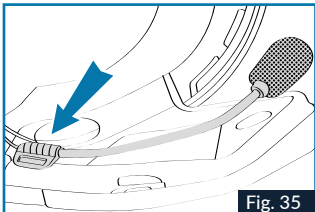

Fig. 35
7. Platzieren Sie das Mikrophon und befestigen Sie es mithilfe des mitgelieferten Klettverschlusses am Styropor des linken Wangenpolsters (Abb.35).